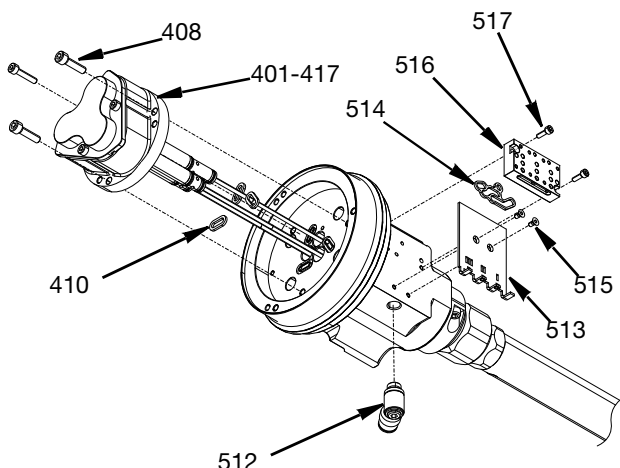

FIG. 15
2. Le guarnizioni dell'aria (410) devono essere eliminate.
3. Rimuovere il collettore dell'aria (516) rimuovendo i dispositivi di fissaggio a vite SHCS M3 (517) con una chiave esagonale. La guarnizione dell'aria (514) deve essere eliminata.
4. Rimuovere il coperchio interno (513) rimuovendo le viti a testa piatta M3 (515) con una chiave esagonale.
5. Rimuovere il raccordo a gomito girevole BSPP da 1/8 in. (512) con una chiave esagonale. Vedere FIG. 15.